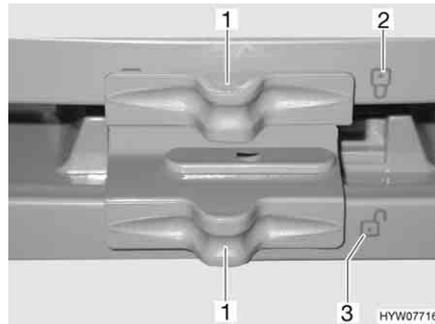

Bild 229 Verriegelung der Kühlschrantür/Frosterfachtür (Dometic 7er-Reihe mit separatem Frosterfach)
- Verriegelung (Bild 229, 1) zur Seite schieben, so dass das offene Schloss "🔓" (Bild 229, 3) sichtbar ist.
- Verriegelung (Bild 229, 1) zur Seite schieben, so dass das geschlossene Schloss "🔒" (Bild 229, 2) sichtbar ist.